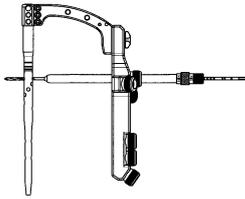

図 7
- 7) TD スリーブガイドにキャンセラス SW ドリルスリーブを組み付けたキャンセラス SW スリーブを装着し、スリーブのつまみを右回転させてロックします。キャンセラス SW ドリルを通し、ネイルのキャンセラスクリューホール全てに干渉しないで通過することを確認します。(図 7)